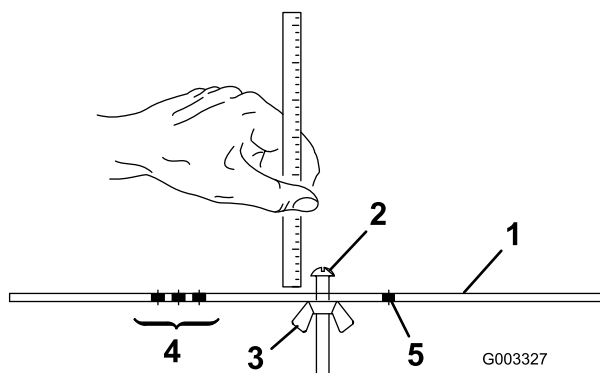

Bild 19
2. Lösen Sie die Mutter an der Messlehre (Bild 19) und stellen Sie die Einstellschraube auf die gewünschte Schnitthöhe ein. Der Abstand zwischen dem unteren Ende des Schraubenkopfs und der Stirnseite der Messlehre ist die Schnitthöhe.